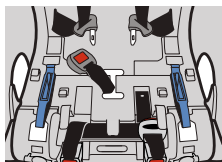

Figure 13
- Faites glisser la sangle d'un côté de la fente de la sangle d'entrejambe et poussez le bord de la sangle dans la fente de réglage, tel qu'illustré dans la **Figure 13**.